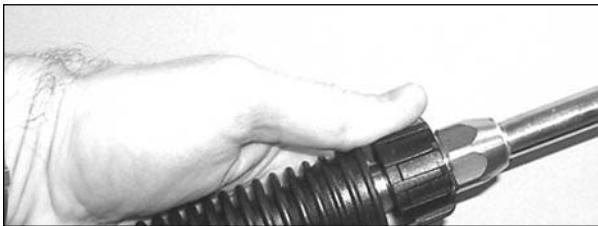

Figura 7 – Conecte la lanza a la pistola
7. Conecte la lanza con la boquilla a la pistola (vea la Figura 7).